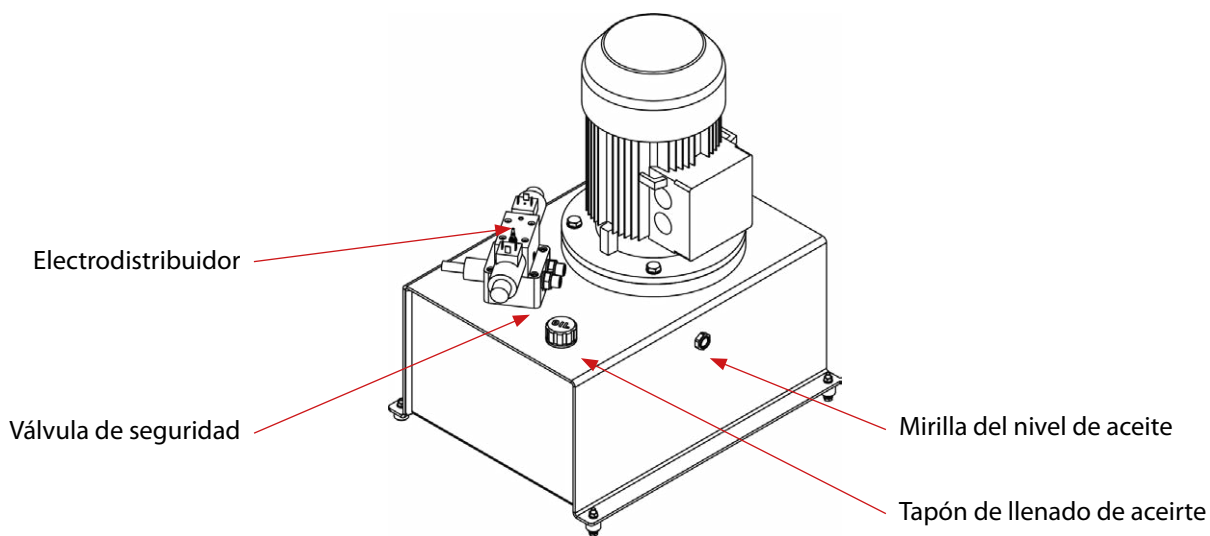

Figura 5. Identificación de los componentes del depósito hidráulico
- Cada 500 horas de uso, revisar el nivel de aceite del depósito. En la parte frontal del depósito se encuentra el tapón de llenado. En caso de falta de aceite, rellenar hasta que la mirilla del nivel muestre 3/4 partes lleno. (Figura 5)